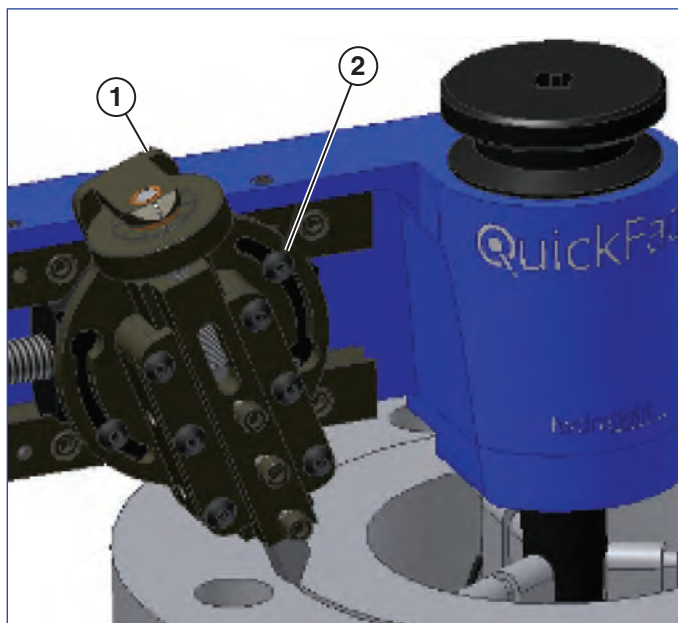

Figura 11
2. Solte os parafusos do cursor giratório para incliná-lo. O ângulo preferido do cursor está entre 10 a 30 graus da perpendicular. Certifique-se de que o cursor tem inclinação suficiente para atravessar a superfície completa em uma operação contínua sem se desviar do curso (**ver Figura 11**). "QuickFace" corta do D.E. em direção ao D.I.